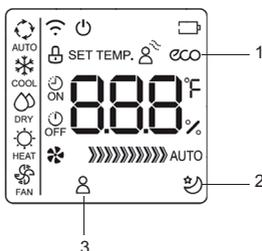

fig. 6 -
- 1. Funzionamento "ECO"** (part.1 "fig. 6 -") (il display dell'unità interna mostra la scritta "E--C--O" con le lettere che appaiono una in seguito all'altra, seguite dall'indicazione della temperatura impostata). La funzione "risparmio energetico" è attivabile esclusivamente nel funzionamento COOL, premendo il tasto "ECO". Se il set point di temperatura è inferiore a 24°C, attivando la modalità "ECO" il set point di temperatura viene automaticamente modificato a 24°C e la velocità del ventilatore portata su "Auto" per risparmiare energia. Se il set point di temperatura è superiore a 24°C, attivando la modalità "ECO" il set point di temperatura non viene modificato e la velocità del ventilatore viene portata su "Auto". Per uscire dalla modalità di funzionamento "ECO", premere il tasto "ECO", oppure selezionare un'altra modalità di funzionamento, oppure abbassare il set point di temperatura ad un valore inferiore a 24°C.
- 2. Funzionamento SLEEP** (part.2 "fig. 6 -"). Premendo per 2 secondi il tasto "ECO" si attiva la modalità "SLEEP" che predispose la macchina nella modalità di funzionamento notturno evidenziato dal relativo simbolo sul display. La temperatura di set point aumenta (funzionamento in freddo "COOL"), o diminuisce (funzionamento in caldo "HEAT"), di 1°C ad intervalli prestabiliti per un massimo di 2 °C. La funzione SLEEP termina automaticamente dopo 8 ore e l'unità continua a funzionare mantenendo l'ultimo set point. La funzione non è disponibile nelle modalità di funzionamento "FAN" (ventilazione) e "DRY" (deumidificazione).
- 3. Funzionamento "FOLLOW ME"** (part.3 "fig. 6 -"). Attivabile nel funzionamento HEAT - AUTO - COOL. Il telecomando invia automaticamente ogni 3 minuti il segnale della temperatura locale letta dal medesimo al condizionatore. Tale temperatura viene presa a riferimento per il controllo della macchina. E' necessario che telecomando e unità possano trasmettere e ricevere il segnale tra loro. Se il condizionatore non riceve il segnale dal telecomando per 7 minuti, smetterà di considerare tale valore e tornerà ad utilizzare il valore letto dalla sonda a bordo macchina.